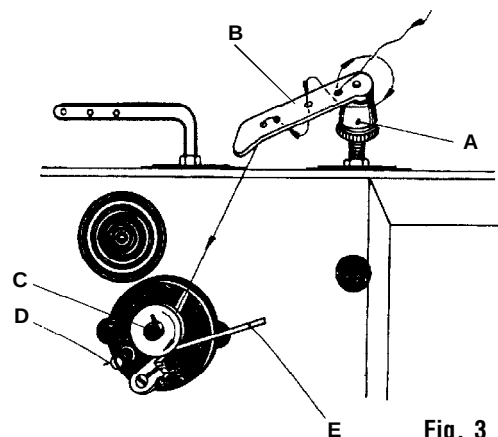

Fig. 3
6.2 Enroulement du fil sur la canette du crochet (Fig. 3)